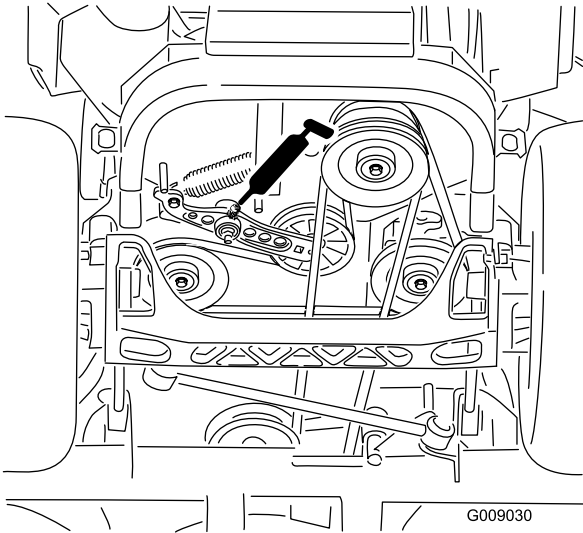

Figura 39
4. Engrase el brazo tensor de la correa de transmisión (Figura 39).